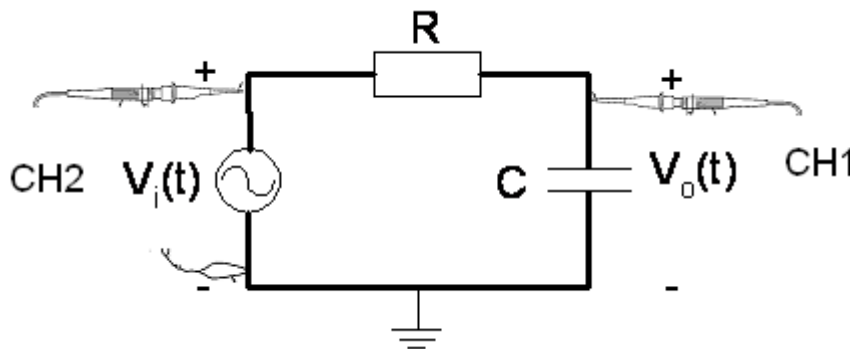

Imagen 1: Filtro RC paso bajo de 1^{er} orden.
1) Demuestra que el fasor de la intensidad que circula en la malla del circuito de la Imagen 1 es:
2. Montad en el zócalo el circuito de la imagen 1. La fuente $V_i(t)$ será el generador de señal con forma de onda sinusoidal sin "offset" con amplitud pico a pico de al menos 10 V.